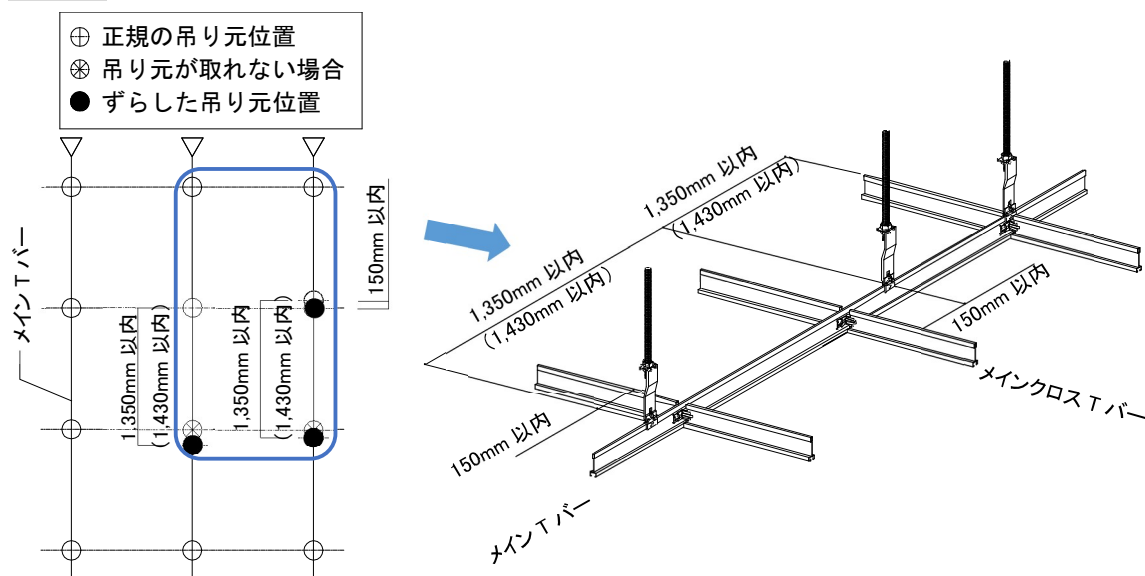

図2-3-2 吊りボルト設置時の注意事項
- ② ハンガーを組付けた吊りボルトをインサートにねじ込み、吊りボルトが鉛直になるように設置すること。
- ③ 吊りボルト設置時は、メインTバーとメインクロスTバーの交点 1,200×1,200 mmまたは 1,280×1,280 mm付近に直吊りする。やむを得ず交点から離れて吊る場合は、メインTバー方向、メインクロスTバー方向とも 150 mmまでとし、吊りボルト相互の離れは 1,350 mm以内 (1,280×1,280 mmの場合は 1,430 mm以内) とすること。(図 2-3-2 参照)